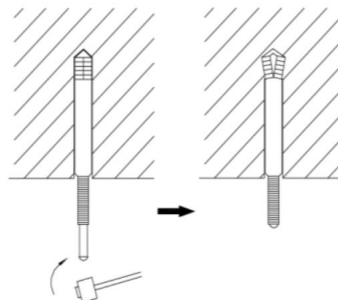

Рис.4.3
- (2). Вставте анкерні болти у просвердлені отвори та повністю вбийте штифти анкерні болти за допомогою молотка (рис. 4.3).